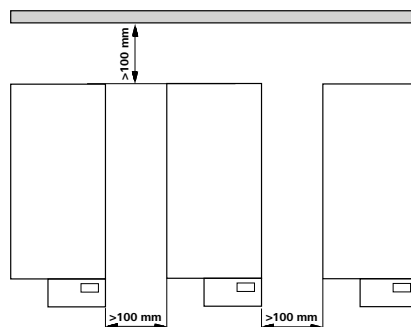

Fig. 2
- Należy dbać o przestrzeganie minimalnych odległości pomiędzy urządzeniami, pomiędzy urządzeniem a ścianą oraz ponad zestawem (przynajmniej 800 mm), (rys. 2).